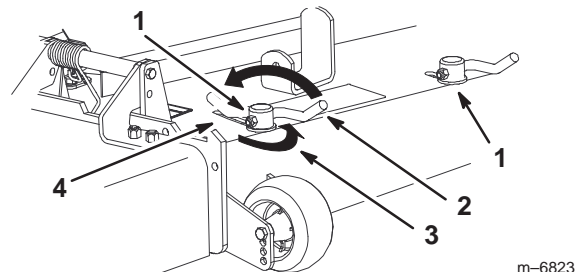

Figure 21
1. Pour régler les verrous à came, soulevez le levier pour desserrer le verrou (Fig. 21).
3. Repoussez le levier à sa position d'origine pour serrer le déflecteur et les verrous (Fig. 21).
4. Si les cames ne bloquent pas le déflecteur en position ou si le déflecteur est trop serré, desserrez le levier puis tournez le verrou à came. Réglez le verrou à came jusqu'à obtention de la pression de verrouillage voulue (Fig. 21).